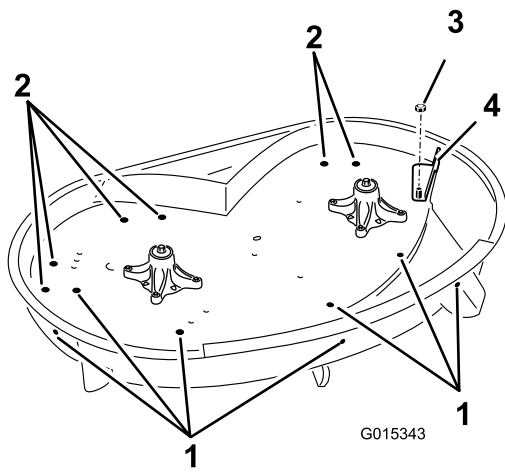

Figura 1
5. Localice los taladros ilustrados en Figura 1 y proceda de la siguiente manera:
6. Retire la contratuerca (3/8 pulgada) que sujeta la varilla de retención del conducto de descarga al cortacésped (Figura 1). Guárdela para su uso futuro.
7. Si la carcasa tiene instalado un tabique, éste debe retirarse antes de instalar el kit de Recycler (Figura 1). Guarde el tabique para cualquier futura reconversión a descarga lateral.